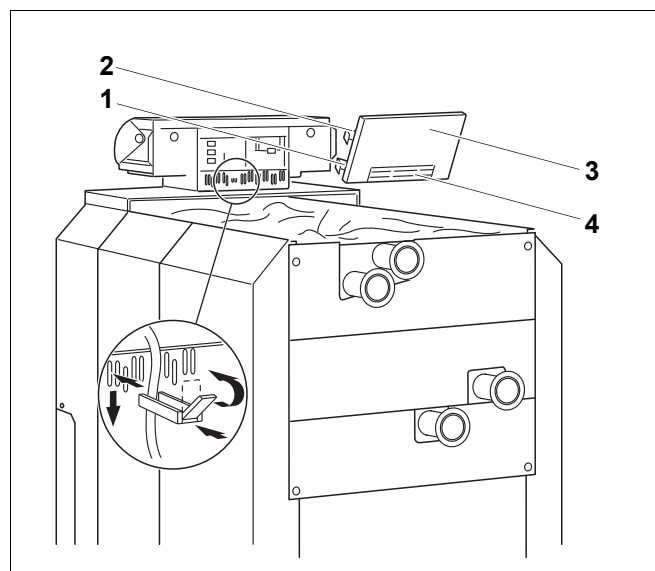

Рис.27 Монтаж кабельных хомутов
- ▶ Вставьте хомуты с уложенным в них проводом в рамку и закрепите их, повернув рычажок (рис. 27).
- ▶ Вставьте оба нижних крюка [1] справа и слева на задней стенке [3] шлицом в верхнюю кромку гнезда рамки (рис. 27).
- ▶ Слегка нажмите верхние упругие крюки [2] (по стрелке на рис. 27) и вставьте заднюю стенку [3] так, чтобы оба крюка защелкнулись.